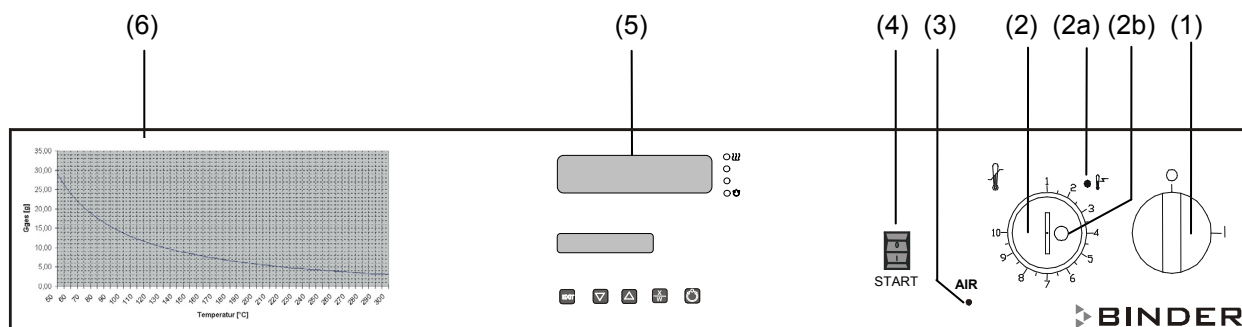

Fig. 4: Pannello comandi FDL 115 unità standard
Il flusso in volume dell'aria di scarico è monitorato da un regolatore di portata (pressostato differenziale) fissato nella parte superiore dell'apparecchio. In caso di guasto, il sistema di monitoraggio disattiva subito il riscaldamento, emettendo un segnale visivo: spia rossa pilota „AIR“ (3) (vedi Fig. 4).